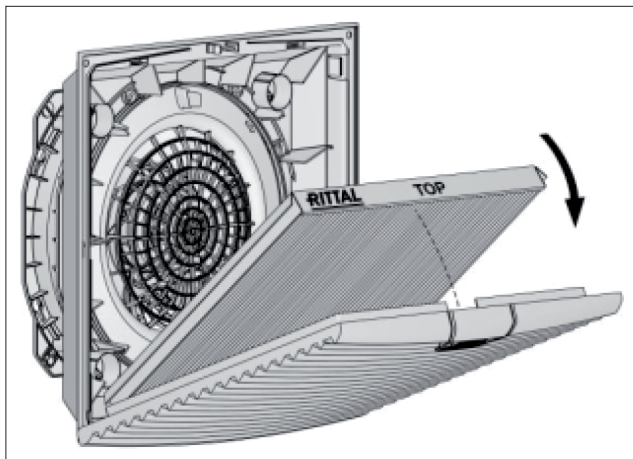

Bild 7: Inbyggnad av finfiltermatta IP 54
- Lägg i finfiltermattan i lamellgallret. Märkningen "Top" visar iläggsriktningen (se bild 7).